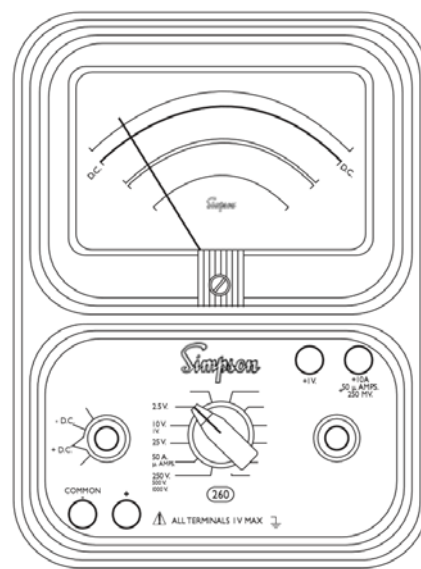

Figura 4-1 Jacks y posiciones del interruptor para medir voltajes de CD, rangos de 0 a 250V
- a) Ajuste la función del interruptor en +DC (Figura 4-1)
- a. Ajuste la función del interruptor en +DC (Figura 4-1)
- Ajuste la función del interruptor en +DC (Figura 4-1)